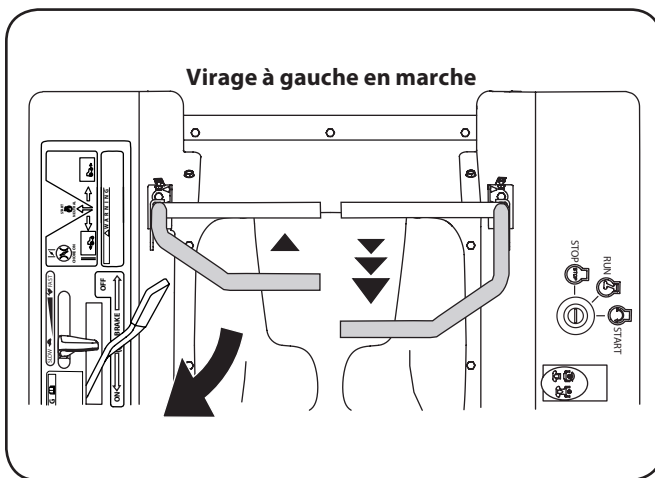

Figure 5-6
1. Pour tourner à gauche en reculant, poussez le levier gauche en avant du levier droit. Voir la Figure 5-6.